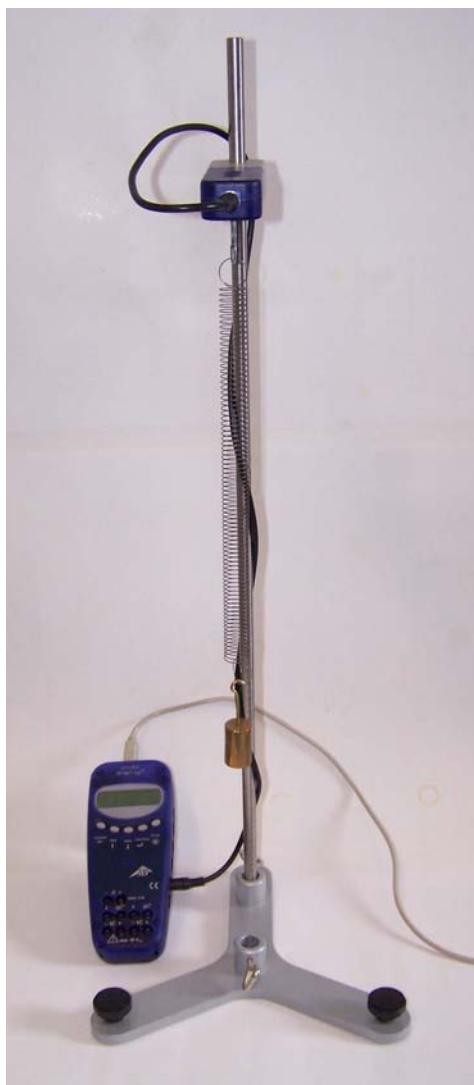

Fig. 1 Medición de las oscilaciones levemente amortiguadas de un sistema masa – muelle.
- Montaje experimental de acuerdo con la Fig. 1.
- El cable de conexión del sensor de fuerza  $\pm 50$  N se enrolla alrededor de la varilla soporte, como se muestra en la Fig. 1.